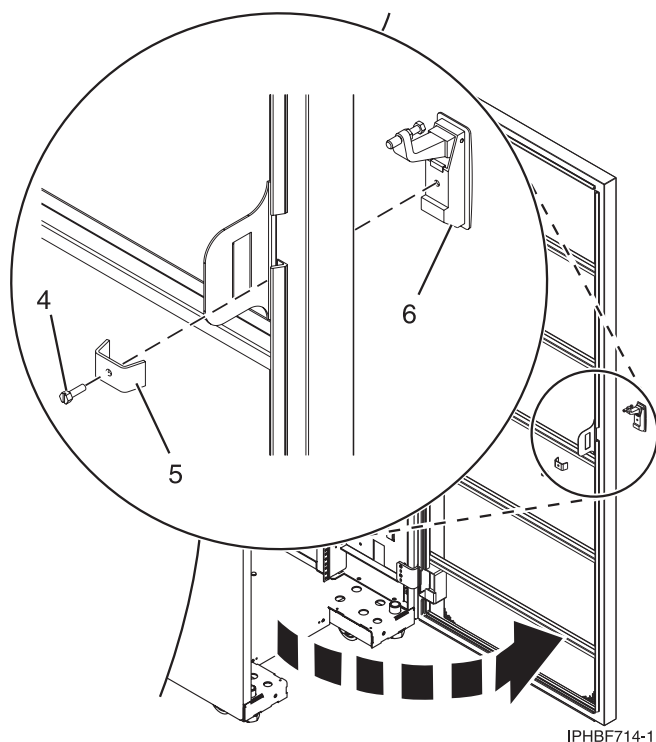

Figura 52. Extracció del pestell existent de la porta.
b. A la part interior de la porta, traieu el cargol **(4)** a la Figura 52 a la pàgina 71 que fixa el pestell a la porta del bastidor.
- Traieu el tap final (1) del pestell nou i deixeu-lo a banda.
- Afluixeu la femella hexagonal (3).
- Traieu el cargol (2) del pestell nou.
- Traieu la femella (3) del cargol.
- Inseriu el cargol (4) al pestell nou en orientació inversa.
- Cargoleu la femella hexagonal (3) al cargol (4).
- Cargoleu la femella hexagonal (2) al cargol (4).
- Cargoleu la femella de trava (1) al cargol (4). La femella de trava (1) ha d'estar anivellada amb el cargol (4).
- Colleu la femella hexagonal (2) a la femella de trava (1).
- Inseriu el pany de clau de bastidor a la ranura del pestell situada a la part frontal de la porta (6) a la Figura 52 a la pàgina 71.
- Fixeu el pany col·locant la peça de subjecció (5) amb el cargol (4), a la part interior de la porta.